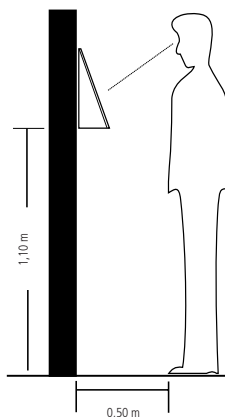

Figura 3
7. Ao seleccionar *Face*, será exibida a imagem da *figura 2*. Em seguida, a câmera irá mostrar a face do usuário a ser cadastrado, que deverá seguir as instruções de posicionamento conforme a *figura 3*. Serão feitas 3 capturas de tela, em 3 posições diferentes.